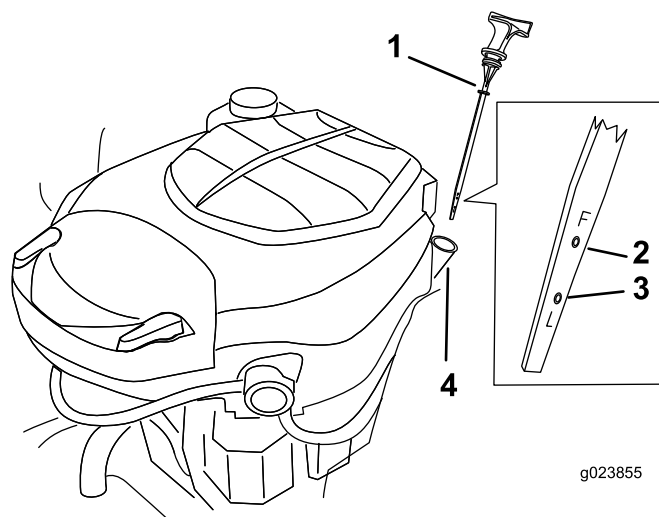

Figure 29
4. Sortez la jauge et essuyez-la sur un chiffon (Figure 29).
6. Sortez la jauge et contrôlez le niveau d'huile (Figure 29).
8. Enlevez le bouchon de remplissage-jauge (Figure 29).
18. Versez avec précaution environ 80 % de la quantité d'huile spécifiée dans le goulot de remplissage (Figure 29).
19. Remettez le bouchon de remplissage-jauge en place (Figure 29).
20. Contrôlez le niveau d'huile (Figure 29).
21. Faites l'appoint d'huile avec précaution pour amener le niveau au repère maximal (F).
22. Remettez le bouchon de remplissage-jauge en place (Figure 29).